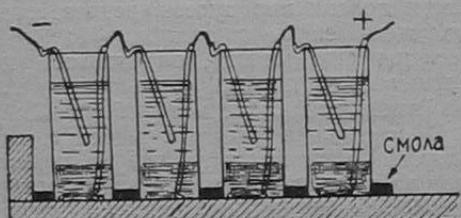

Рис. 6.
8) Заготовить основную панель с дырами. Диаметр больших отверстий можно взять 7—10 м.м., рис. 6 «с».
При устройстве батареи анода всего удобнее все элементы установить на небольшом расстоянии друг от друга в неглубоком ящике или даже просто на доске и промежутки между ними залить на высоту, например, 10–15 мм смолой с примесью воска или хотя бы варом, гипсом и т. п., как то видно из рис. 6, благодаря чему сосуды элементов будут уже закреплены неподвижно.